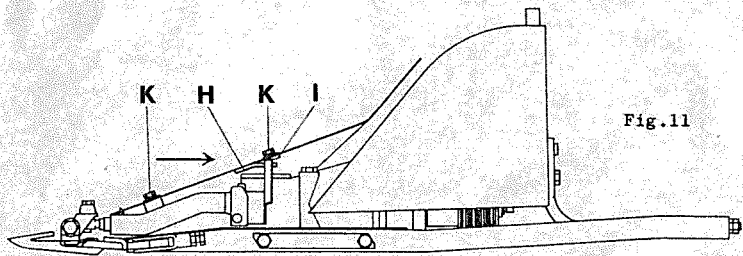

Fig. 11
**6. Schwinger (Fig. 11)**
**6. Oscilleur (fig. 11)**
**6. Oscillatore (fig. 11)**
montiert (Fig.11). Oelstand kontrollieren und eine allgemeine Schmierung machen.